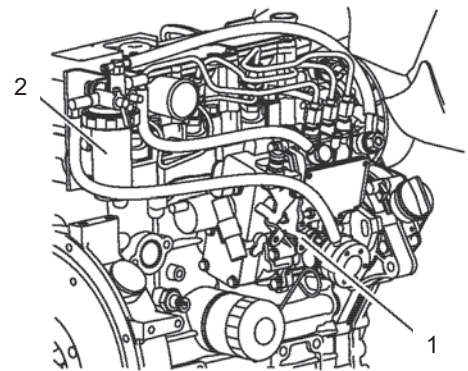

Рис.22
1. Несколько раз нажмите на рычаг подкачки топлива (1, Рис. 22), пока чашка топливного фильтра (2, Рис. 22) не заполнится топливом.